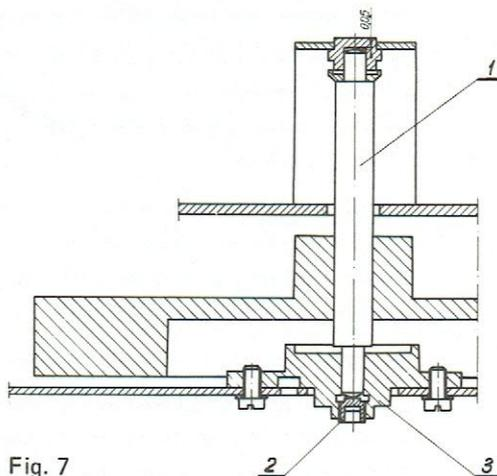

Fig. 7
POSITIONNEMENT DU CABESTAN (fig. 7)
REGLAGES : Desserrer les deux vis (28) et à l'aide d'une clef positionner le palier (14) (figure 3). En cas de démontage du cabestan, si ce réglage n'est pas suffisant, positionner le palier inférieur (3) (figure 7).